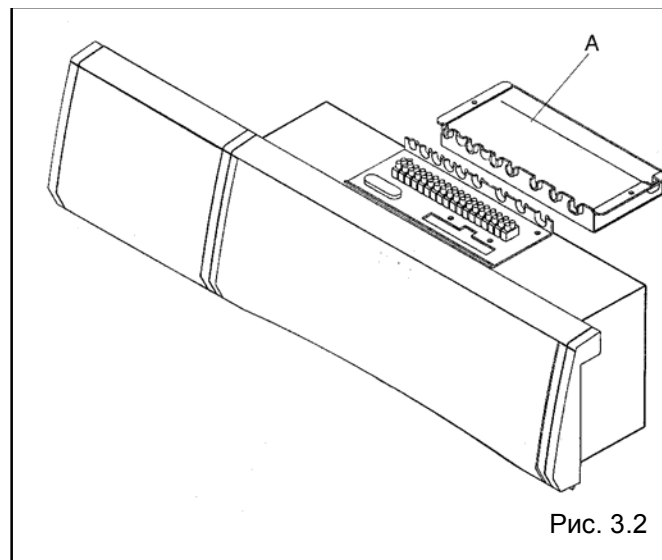

Рис. 3.2
- снимите защитную крышку А, отвинтив два винта; это открывает доступ к клеммам (рис. 3.2);